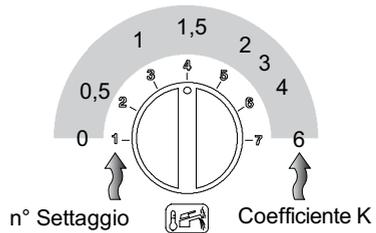

Figura 5.43
- Per visualizzare il settaggio impostato tenere premuto il pulsante di ripristino 6 per circa 5 secondi. Le spie di segnalazione 3 lampeggeranno un numero di volte pari al settaggio (Figura 5.43).
- Per cambiare il settaggio ruotare la manopola regolazione temperatura sanitari 4 e posizionarla nel valore di **K** desiderato Figura 5.43 (nella figura es. manopola settata per **K 1,5**), la lampada di segnalazione blocco 7 lampeggia velocemente.